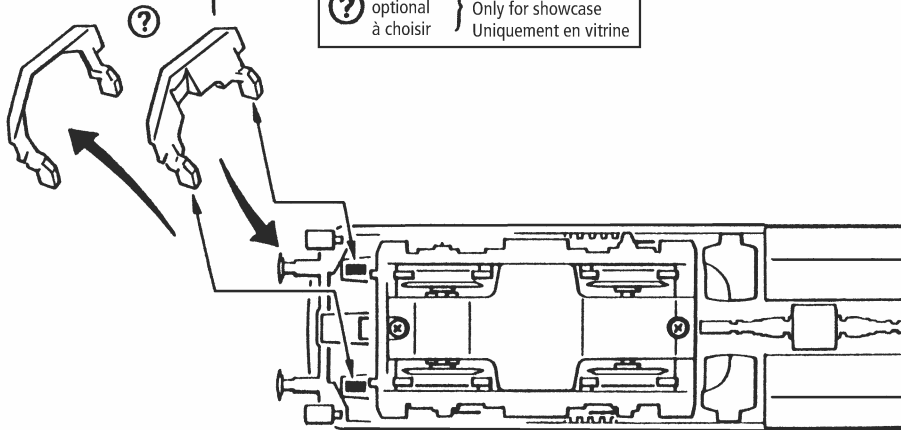

Fig. 3
4. Kohlebürstenwechsel: Lokgehäuse abnehmen (Fig. 3). Danach wird der Motor ausgebaut und die Kohlebürsten ausgewechselt (Fig. 9).
goutte aux endroits indiqués par le plan de graissage (fig. 7) après avoir démonté la caisse de la locomotive (fig. 3). Nous vous recommandons **le graisseur à huile Roco réf. 10906**. Pour graisser les engrenages (roues dentées, vis sans fin) nous vous conseillons la **graisse spéciale Roco réf. 10905** pour engrenages en matières synthétiques. Lorsque vous utilisez cette graisse il faut éviter d'huiler ces composants.
Démontez la caisse (voir fig. 3). Démontez ensuite le moteur et échangez le balais (fig. 9).
2. Lubrication: Apply **tiny oil drops** to spots marked in fig. 7. Prior to lubrication dismantle locomotive (fig. 3). We recommend using item no. **10906, Roco oiler**. For lubrication the gear-parts (e.g. cog-wheels, worm) we would recommend our Roco **special grease** (item no. **10905**).
4. Carbon brush changing: First remove loco body (fig. 3) and then the motor (fig. 9).
voir } Fig. 3
1. siehe } Fig. 3
1. siehe voir } Fig. 3